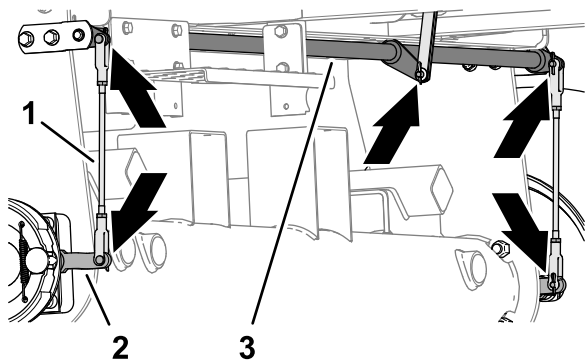

Рисунок 70
1. Проверьте на наличие повреждений и износа левого и правого стержней тормоза в сборе (Рисунок 70).
2. Проверьте поворотный вал тормоза (Рисунок 70) на наличие повреждений и износа.